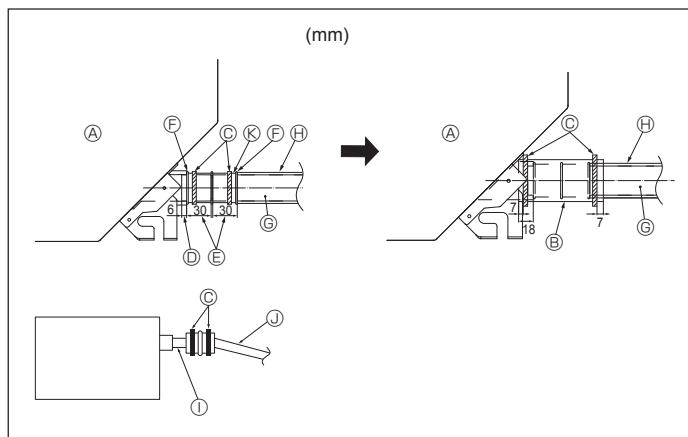

Fig. 5-2
- Συνδέστε τον ακροσύνδεσμο αποχέτευσης (που παρέχεται μαζί με τη μονάδα) στο άνοιγμα αποστράγγισης. (Fig. 5-2)